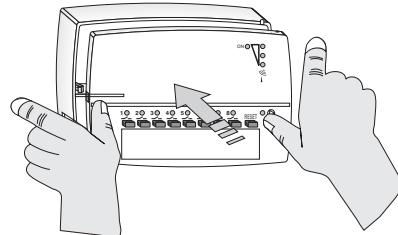
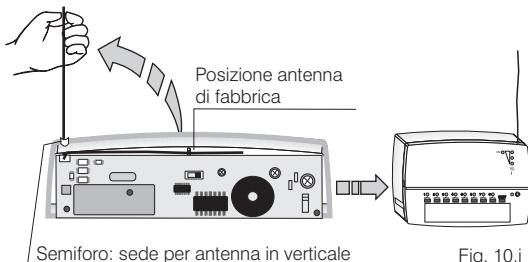

Fig. 9.i
Fig. 10.i
- Far passare il filo nel piccolo semiforo appositamente predisposto (fig. 10.i)
- Richiudere con attenzione il ricevitore (fig. 9.i - fig.10.i).